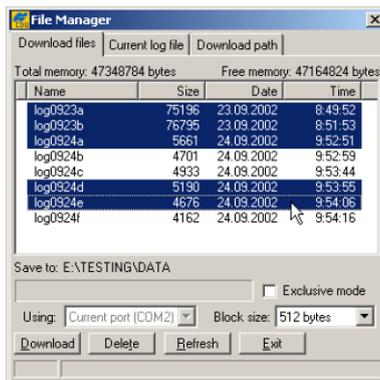

Figura 5-11. Scaricamento di file
- Fare clic sulla scheda **Download files** e selezionare i file da scaricare (Figura 5-11).